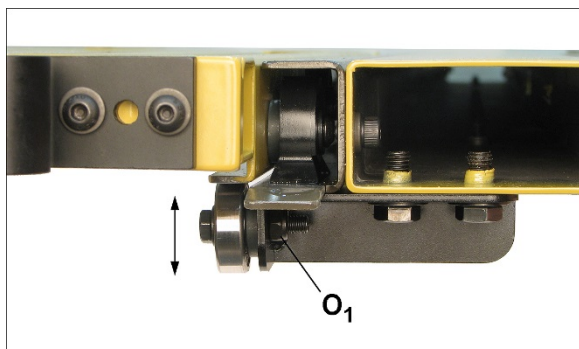

Рисунок 7-19
14. Проверьте положение по высоте горизонтального кронштейна с подшипником (рисунок 7-19). Чтобы отрегулировать его положение, ослабьте гайку (O₁) и поднимите или опустите подшипник так, чтобы он слегка касался нижней поверхности стола. Затяните гайку.